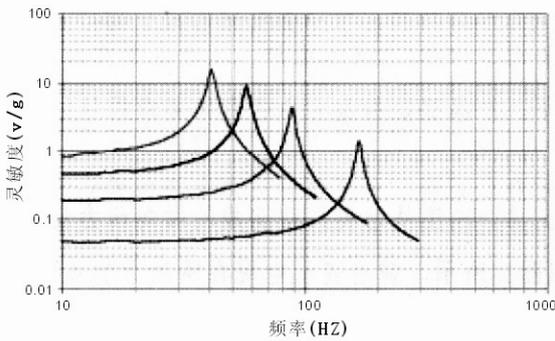

图1: LDT0灵敏度: 加质量块效应
- ◆ LDT0作为振动传感器---将压接端子引脚穿过印刷线路板焊在PCB板另一面的导电图形上，用电荷放大器检测来自振动台的输出信号（采用电荷放大器允许较长的测量时间常数，获得“开路”电压响应），小质量块(约增加0.26g)加于传感器的一端，然后重测。结果见表1，重叠图见图1。不加质量块时，LDT0的谐振点在180Hz 附近，在端部加质量块后减小了谐振频率并加大了“底线”灵敏度。
表1: LDT0作为振动传感器 (见图1)